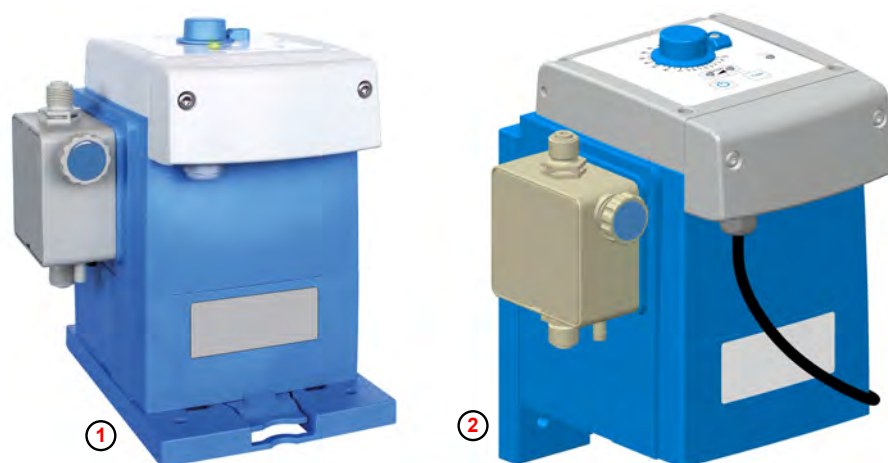

Fig. 3: Montaggio su tavolo e a parete
① Montaggio su tavolo
② Montaggio a parete
La pompa può essere montata con la piastra di montaggio in verticale (per esempio su una console o sul contenitore dosaggio (Fig. 3 , ①), nonché su una parete (appesa) ② .